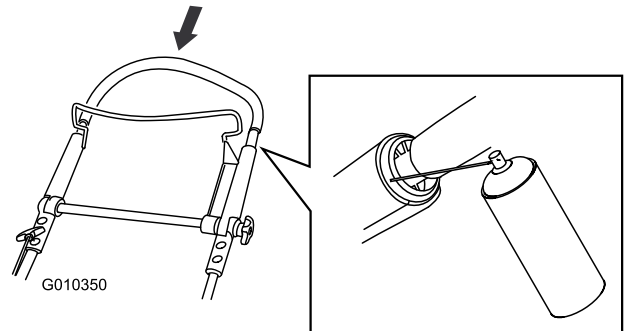

Bild 41
2. Drücken Sie den oberen Bügel ganz nach unten und sprühen Sie die innere Kunststoffoberfläche des äußeren Bügel ein (Bild 41).